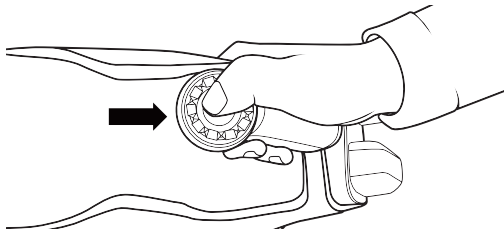

Abb. 7
- b. Halten Sie die Taste für die maximale Geschwindigkeit gedrückt, um die Luftgeschwindigkeit bei Bedarf sofort auf den Höchstwert zu erhöhen. Lassen Sie die Taste los, wenn Sie fertig sind. (Abb. 7)